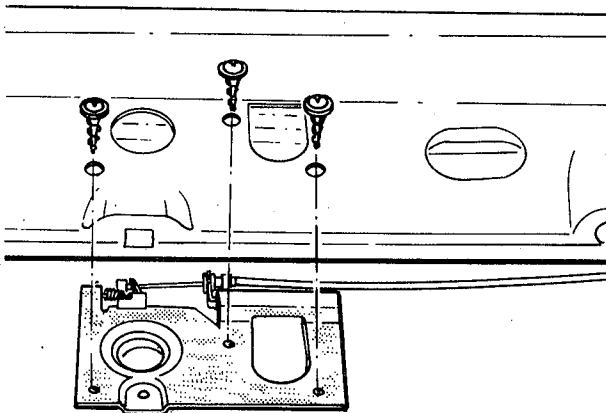

fig. 45
5. Soltar os parafusos de fixação da fechadura do capuz do motor, removendo-a, a seguir (fig. 45); soltar o chicote dianteiro em toda área a ser trabalhada